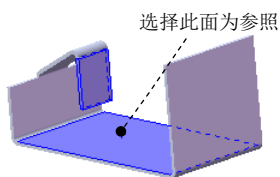

图 7.2.13 与面垂直
- ☒ **与面垂直(N)**：创建后的边线-法兰与选择的面垂直，如图 7.2.13 所示。